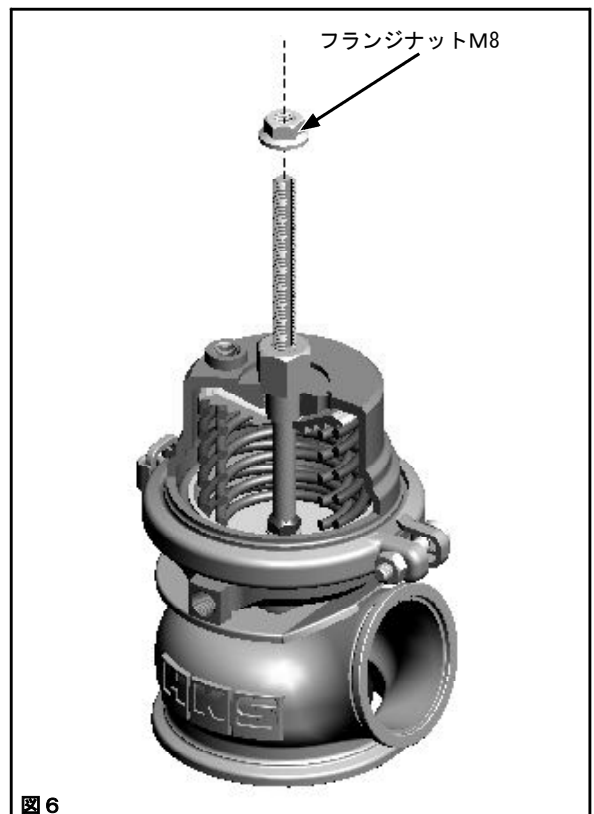

図 6
(8) (2) で取外したフランジナットM8を取付けてください。(図6)